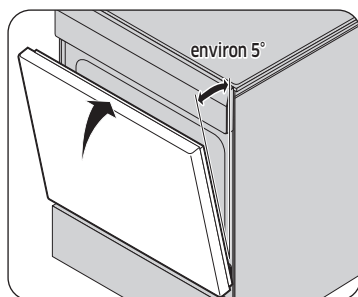

Fig. 1
4. Fermez la porte jusqu'à la position de retrait de la porte, soit à environ 5 degrés de la position verticale (Fig. 1).